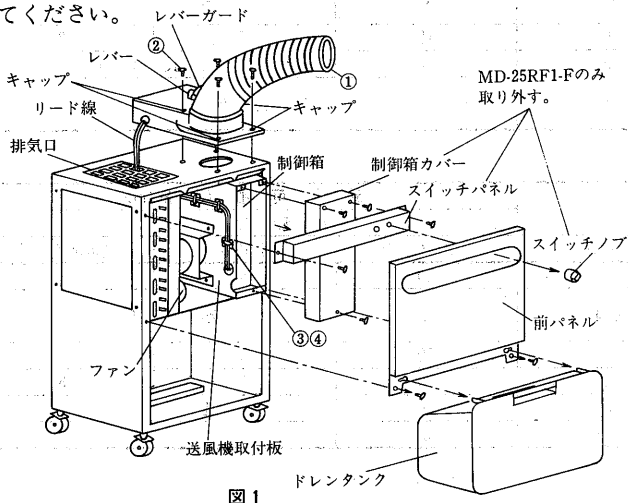

図1
- 5)自動首振り装置①の取付穴に付いているキャップ<4個>を外し付属の取付ネジにて図1に示す要領で取付けてください。
- 6)自動首振り装置①より出ているリード線を図1のように排気口より通し制御箱まで導きます。この時リード線がたるみファンと接触する恐れがあるので必ずバンド固定具③及びバンド④を使用し送風機取付板に固定してください。